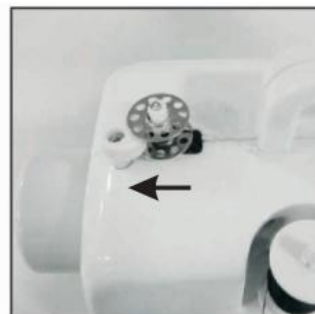

Fig. 13
3. Stavite špulicu na pin za navijanje i nekoliko puta omotajte nit oko špulice u smjeru kazaljke na satu (Fig. 13).